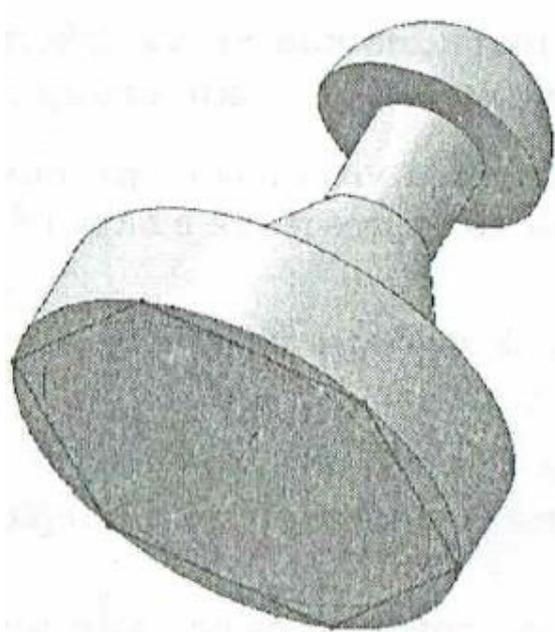

Рисунок 19
– зажмите левую кнопку мыши на детали и поверните ее таким образом, чтобы было видно нижнее основание цилиндра (рисунок 19). Активируйте его, щелкнув по нему левой кнопкой мыши. Плоскость окрасится в зеленый цвет. Нажмите кнопку  на панели инструментов «Вид».